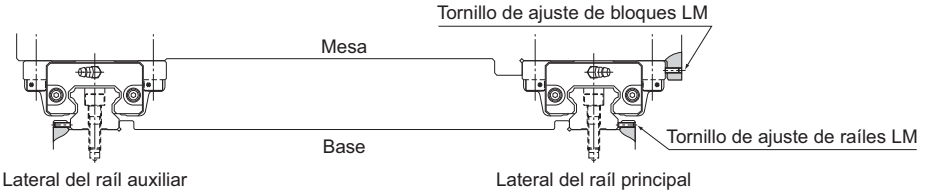

Fig.5 Cuando se aplica a la máquina una carga de impacto
- (1) Ubique con suavidad la mesa sobre los bloques LM y ajuste temporalmente los tornillos de montaje.
- (2) Presione el lado principal de los bloques LM contra la superficie de referencia lateral de la mesa utilizando los tornillos de ajuste y posicione la mesa. (Consulte Fig.5 en **B1-91**).
- (3) Ajuste totalmente los tornillos de montaje en el lateral principal y en el lateral auxiliar para completar la instalación.